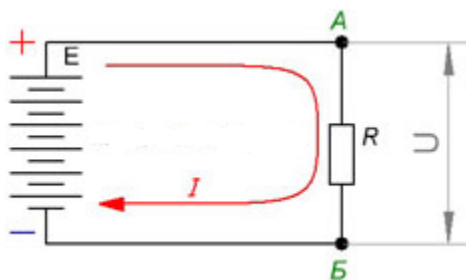
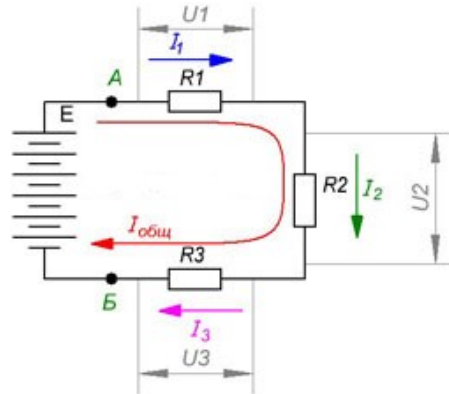
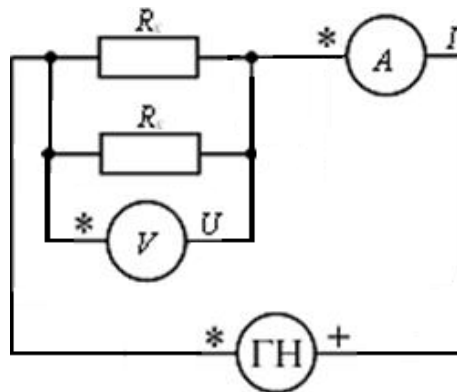

Рис.1. Простейшая цепь, поясняющая закон Ома.
Рис.2. Последовательная цепь, поясняющая расчет напряжения на зажимах цепи.
Рис. 5. Практическая схема для параллельного соединения сопротивлений.
Рассмотрим электрическую цепь, приведенную на рис. 1.
При помощи **закона Ома для участка** цепи можно вычислить приложенное напряжение к участку цепи (рис. 1), либо напряжение на входных зажимах цепи (рис. 2).
4. Соединить сопротивления R_{1x} и R_{2x} последовательно (см. рис. 4) и подключить их в схему вместо R_x (см. рис. 1, а).
6. Соединить сопротивления R_{1x} и R_{2x} параллельно (см. рис. 5) и подключить их в схему вместо R_x (см. рис. 1, а).